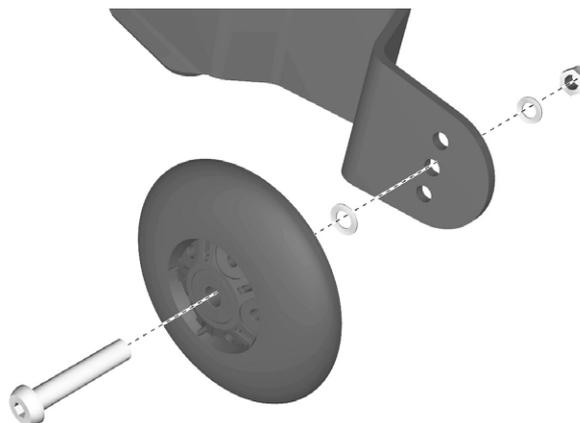

Abbildung 36. Stützräder
2. Schraube abmontieren. Siehe Abbildung. 36.
2. Rad mit Schraube, Beilagscheibe und Mutter in gewünschter Lage montieren. Siehe Abbildung. 36.